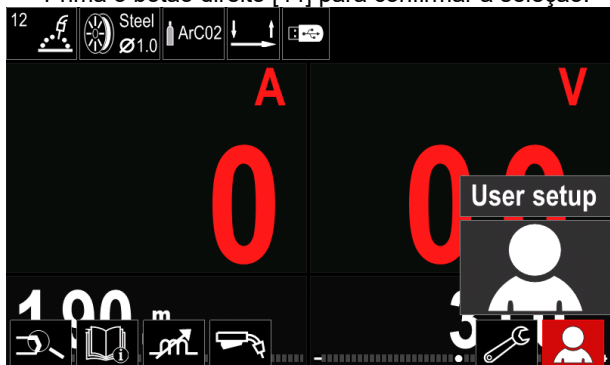

Figura 16
- Acesso à "Configuração do utilizador" (ver a figura 16.)